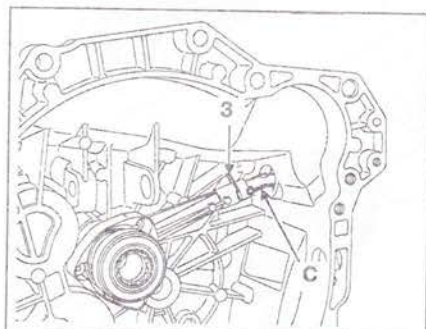

Рис. 5.38. Отсоедините штуцер С рабочего цилиндра привода выключения сцепления, сняв фиксатор 3.
4. Отсоедините штуцер С рабочего цилиндра привода выключения сцепления, сняв фиксатор 3 (рис. 5.38).